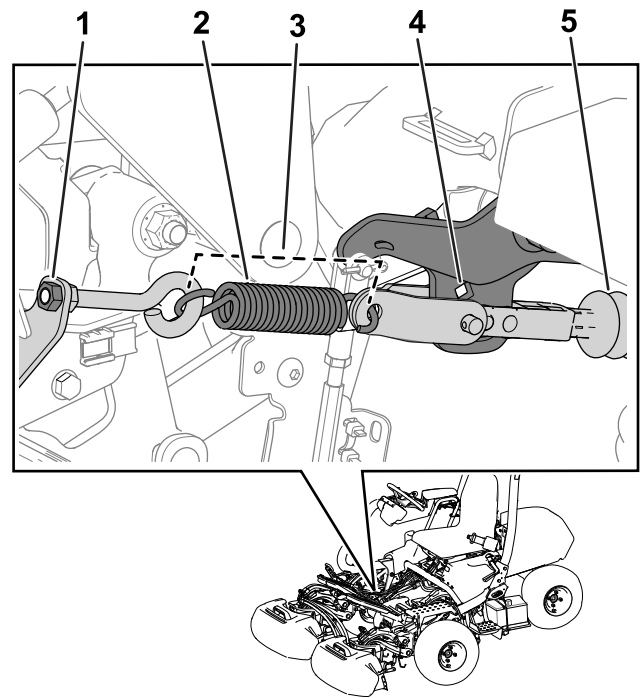

Figure 33
Remarque: Voir la Figure 33 pour cette procédure.
3. Préparez l'utilisation en serrant l'écrou du boulon à œil afin que la longueur du ressort soit 11,4 cm (4,5 po) lorsqu'il est en place (Figure 33).